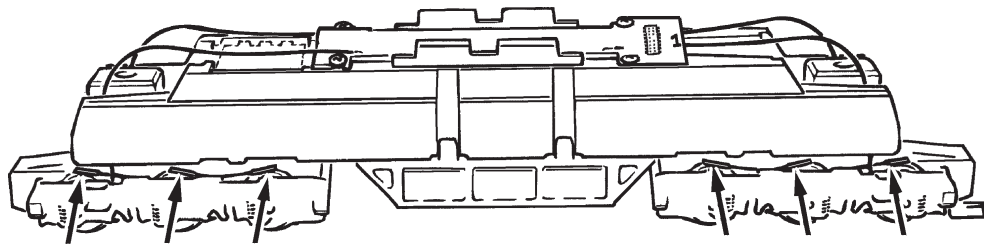

Fig. 5
**Aufrüstung:** Sie können für Ihren Fahrbetrieb unter verschiedenen Kupplungen wählen (Fig. 5). Wir empfehlen den Einsatz der ROCO-Kurzkupplung.
Im beigelegten Zurüstbeutel finden Sie auch kleine vorbildgetreue Steckteile für eine erweiterte Aufrüstung Ihres Modells (Fig. 5), die Sie bitte **vorsichtig montieren. Achtung!** Kleben nur mit ausdrücklichem Hinweis.
**Fittings:** Operation is possible with different couplings (fig. 5). We recommend using the ROCO close coupling. In the enclosed accessory bag you will find small kits to be fitted on your locomotive. Please **mount them cautiously**.
**Attention!** Use glue only if indicated (fig. 5).
**Les attelages:** En vue d'une exploitation pratique sur votre réseau vous pouvez choisir parmi plusieurs types d'attelages conformes aux différents systèmes d'attelage pratiqués en H0 (voir fig. 5). Nous vous recommandons l'emploi de **l'attelage court ROCO**.
Le sachet joint comprend entre autres des petites pièces de finition conformes à la réalité et **à rapporter avec précaution** par le modéliste (fig. 5), si désiré. **Attention:** N'utilisez de la colle qu'aux endroits expressément indiqués aux dessins!